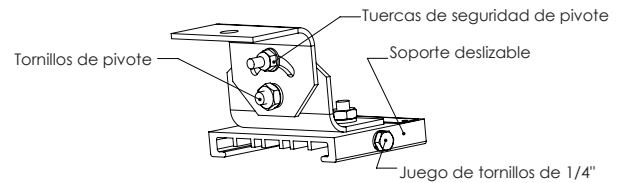

Figura 5. Detalles del montaje giratorio
5. Ajuste los dos (2) tornillos de 1/4" y fíjelos en cada soporte deslizante hasta que lleguen al fondo (ver la Figura 5). Torsión para 78 pulgadas-libras (8,8 N-m).
6. Ajustar la posición del dispositivo al ángulo deseado y ajustar los dos (2) tornillos de pivote de 5/16". Torsión para 78 pulgadas-libras (15,6 N-m).
7. Ajustar las dos (2) tuercas de seguridad de pivote de 1/4" en las ranuras de ajuste a 78 pulgadas-libras (8,8 Nm).